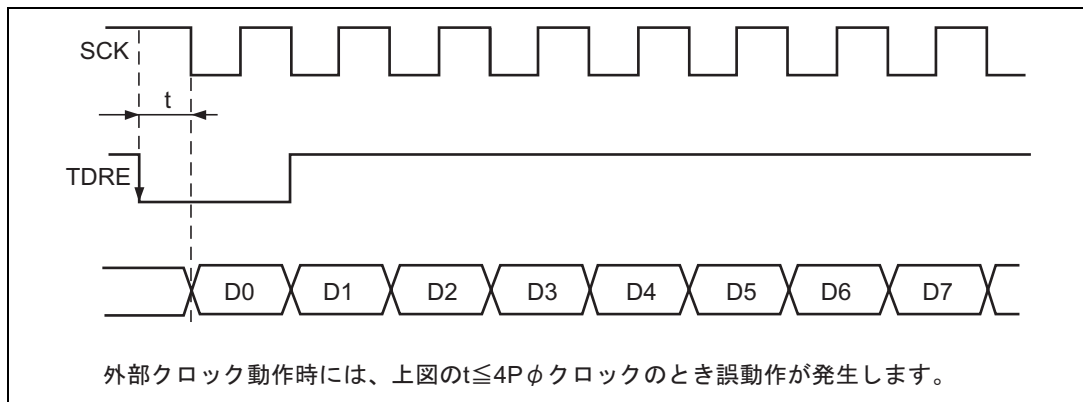

図 15.25 DMAC によるクロック同期式送信時の例
- (a) 同期クロックに外部クロックソースを使用する場合、DMACによるTDRの更新後、周辺クロック ($P\phi$) で5クロック以上経過した後に、送信クロックを入力してください。TDRの更新後4クロック以内に送信クロックを入力すると、誤動作することがあります。(図15.25)